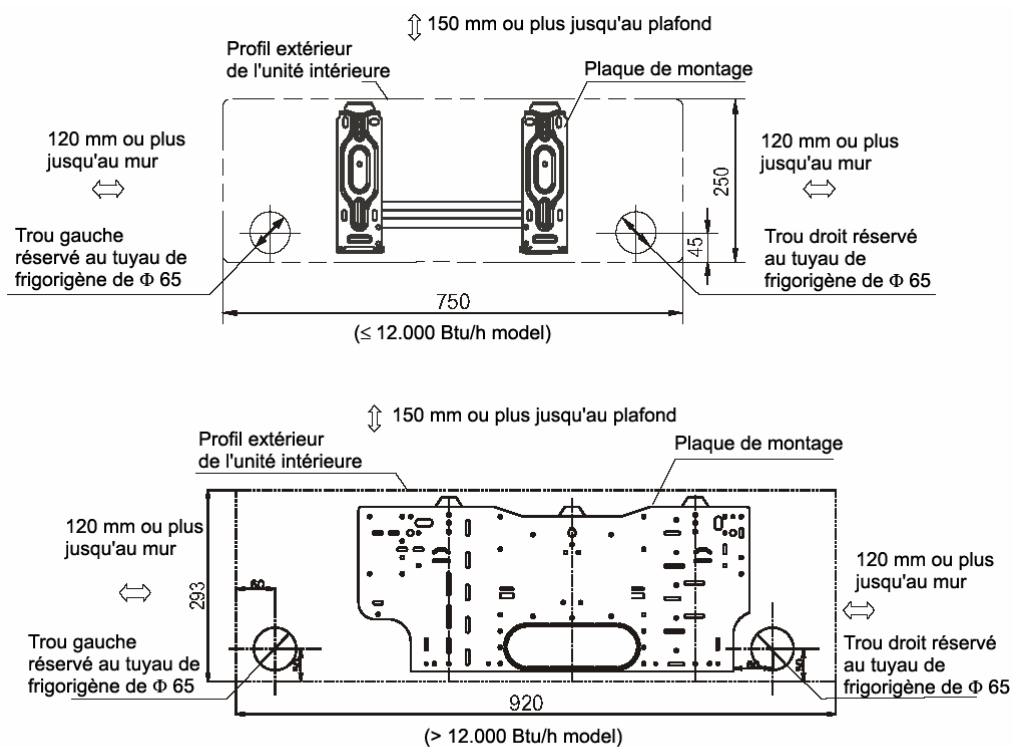

Fig. 5
1. Déterminer la position des trous en fonction du diagramme détaillé à la Fig.5. Percer un (1) trou (Φ 65 mm) légèrement incliné vers l'extérieur.